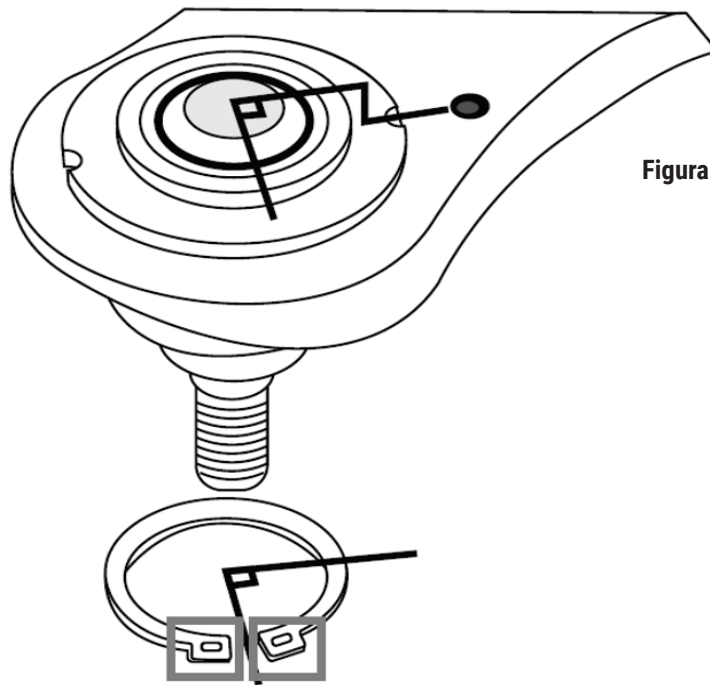

Figura 4.
- Los orificios del anillo de ajuste deben orientarse a 90° con respecto a las marcas de indicación. **Consulte la Figura 4.**